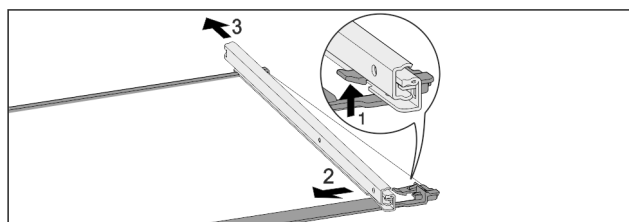

Fig. 84 Glasplade med skinner
- ▶ Tryk den forreste låsekrog op. Fig. 84 (1)
- ▶ Skub udtræksskinnen til siden Fig. 84 (2) og og bagud Fig. 84 (3).